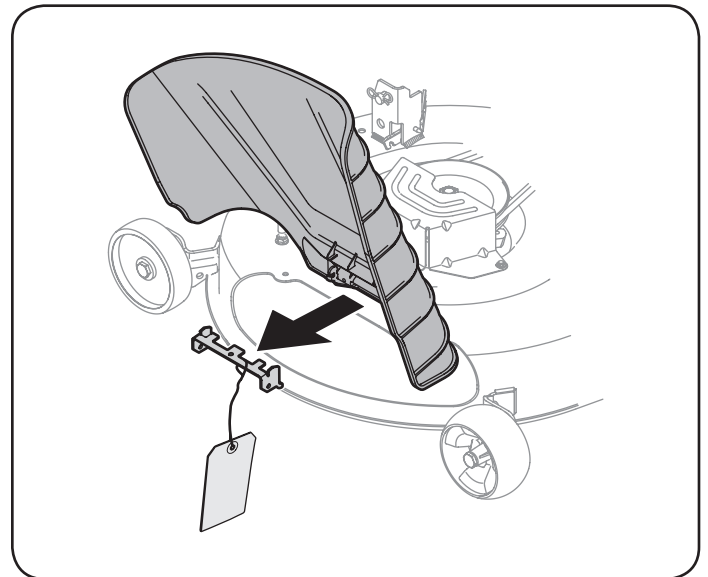

Figura 4
3. Deslice la arandela plana en el tornillo hexagonal. Desde el exterior, inserte el tornillo hexagonal con arandela a través de la ranura de la palanca de control y el agujero del soporte de pivote. Véase la Figura 4. Usando una llave de 1/2 ajustado el tornillo, pero no los apriete completamente.
Revise el equipo de corte para una traba de seguridad que puedan estar llevando a cabo el deflector del canal alcista para el envío. Si la llave está presente, debe ser removido antes de operar el tractor. Sosteniendo el deflector del canal hacia arriba por completo, quite la traba de seguridad. Baje el deflector del canal y deseche la traba de seguridad. Consulte Figura 4.